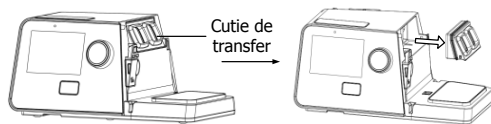

Fig. 19-2
(1) **Demontarea cutiei de transfer:** Mai întâi scoateți camera de apă din dispozitiv, apoi scoateți cutia de transfer, așa cum se arată în Fig. 19-2.